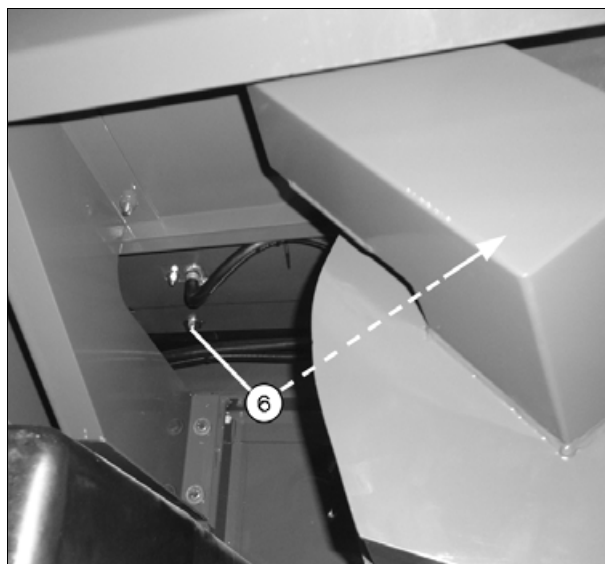

Рис. 2.
7. Присоедините цепь к опорам (5) *рис. 2* и поднимите радиатор в сборе при помощи крана или лебедки.